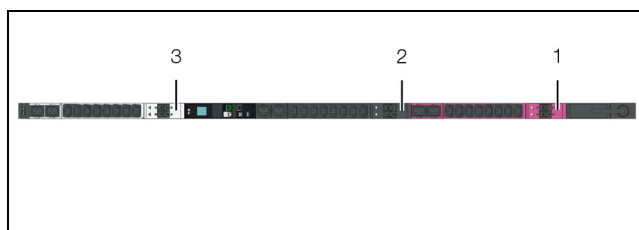

Abb. 78: Farbkennzeichnung der einzelnen Phasen und Steck-plätze
Auf der Frontseite der PDU ist die Zuordnung der Steckplätze zu den einzelnen Phasen durch verschiedene Farben gekennzeichnet (siehe Abb. 78)
- Phase 1 (L1): Pink (Abb. 78, Pos. 1)
- Phase 2 (L2): Schwarz (Abb. 78, Pos. 2)
- Phase 3 (L3): Weiß (Abb. 78, Pos. 3)